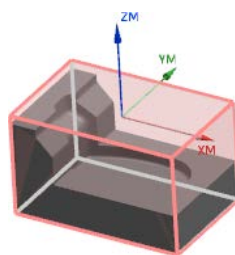

图 2.5 毛坯几何体
Step3. 单击“毛坯几何体”对话框中的  确定 按钮，系统返回到“工件”对话框，完成图 2.5 所示的毛坯几何体的创建。